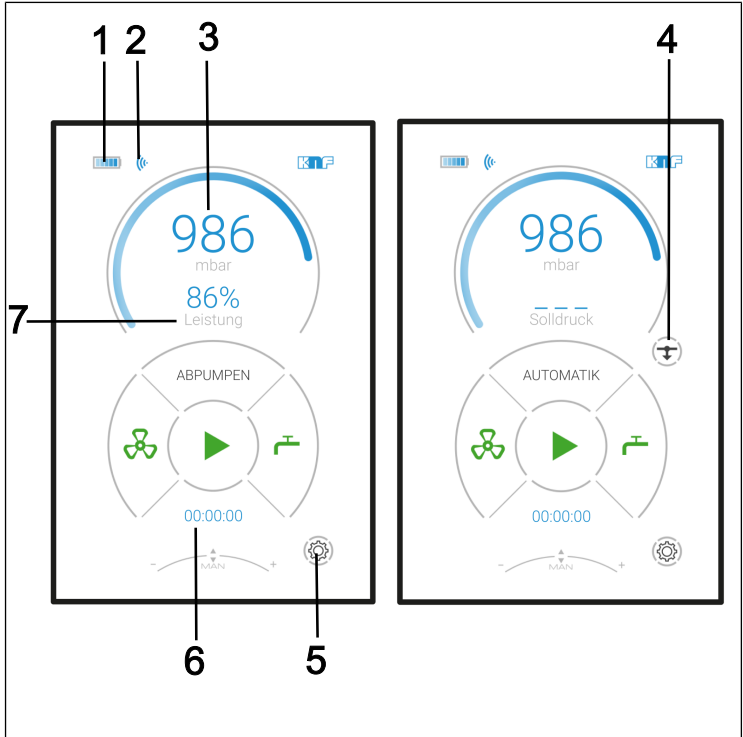

Abb.14: Anzeigen am Touchscreen
- Anzeigen der wichtigsten Prozessgrößen (Abb. 14);
Um die Menüsprache auszuwählen, gehen Sie in die Einstellungen (Abb. 14/5).
- Zum Beenden der „Temporären Druckreglung“ ist der Prozess durch Drücken des Symbols (Abb. 14/4) zu beenden.
Wird im Betriebsmodus *Automatik* ein Siedepunkt detektiert, verharrt der Prozess am detektierten Siedepunkt (Istdruck) und geht in einen temporären Druckregelmodus über. Bei inaktiver Druckabsenkung (Abb. 14/4) bleibt die Regelung dauerhaft am detektierten Siedepunkt. Sofern die Druckabsenkung (Abb. 14/4) aktiv ist, wird nach ca. 30 Sekunden versucht, den nächsten Siedepunkt anzufahren. Dieser Prozess wird bei aktiver Druckabsenkung immer wiederholt (siehe Abb. 20).
Wird anschließend die automatische Druckabsenkung (Abb. 14/4) wieder aktiviert, erscheint der Pfeil nach ca. 25 Sekunden wieder im Display.